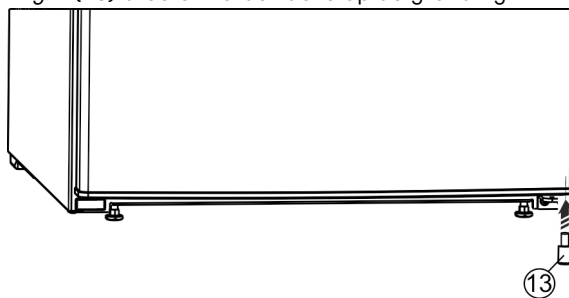

Fig. 9
- Het afstandsdeel Fig. 9 (13) weer rechtsonder in de deur plaatsen, omdat het belangrijk is voor de stabiliteit van het apparaat.